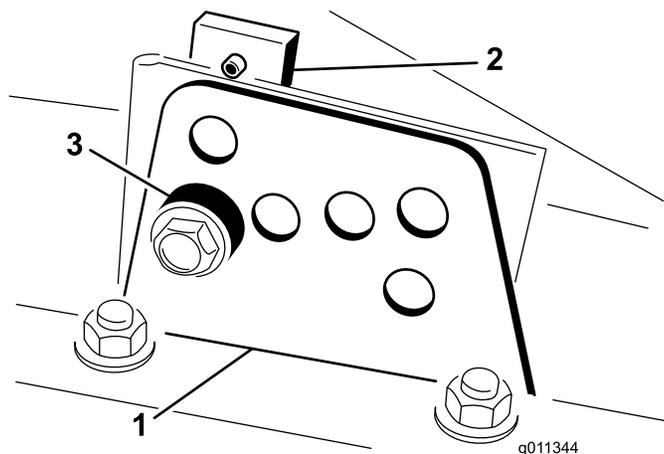

Рисунок 20
регулировки высоты скашивания (с передней и боковых сторон), как показано на Рисунок 20.
- Удерживая камеру, снимите проставку (Рисунок 20).